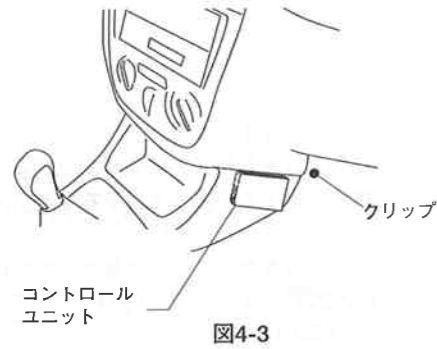

図4-3
3. コントロールユニットを取付板に取り付けます。(図4-3)
2. センターコンソール下のクリップ (1ヶ所) (図4-3) を外して運転席側のマットをはがします。